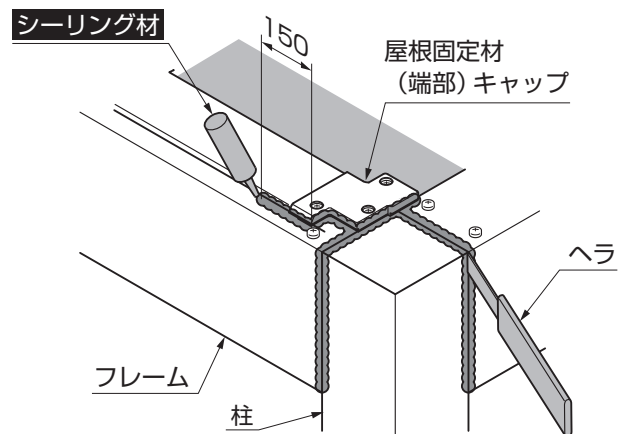

図10-4 B部詳細図
- ② B部柱、フレーム、屋根固定材(端部)キャップの接合部へシーリング処理をしてください。(図10-4参照)